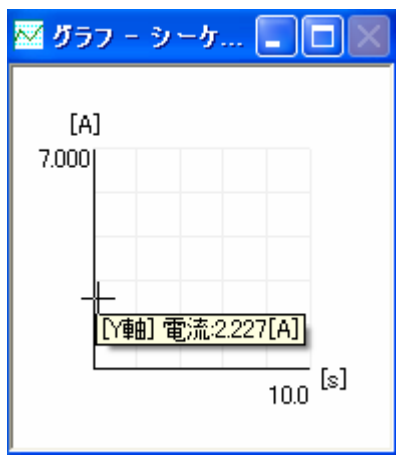

図 6-1 マウス始点
- ①マウスを Y 軸にかさねると、マウスポインタが十字になります(図 6-1)。